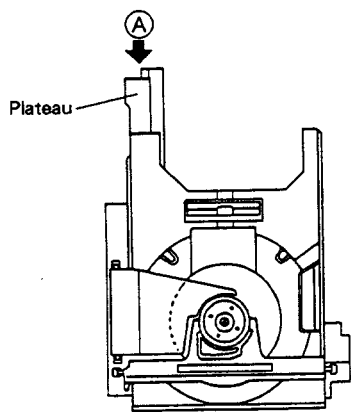
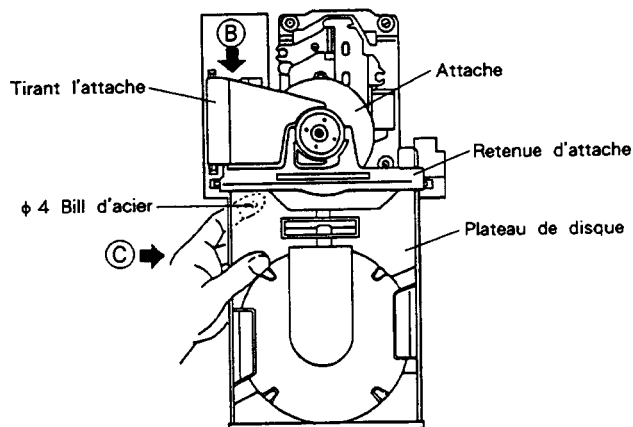
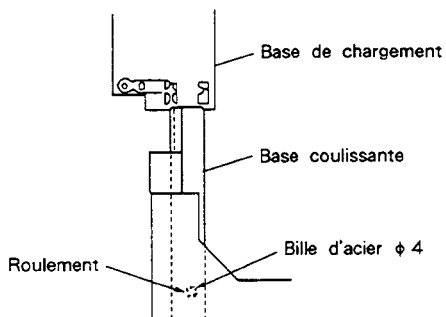
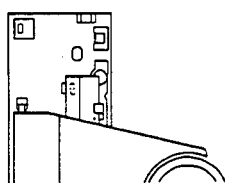

Fig. 9-3
Fig. 9-4
Fig. 9-9
Fig. 9-10
- 1. Pousser sur le bord arrière à l'endroit marqué **A** sur la Fig. 9-3, (* 1) tout en retirant le plateau du disque vers la position où il tient, comme illustré sur la Fig. 9-4.
- 2. Tout en tirant l'attache **B** (voir Fig. 9-4) vers le haut de la main droite, tenir le plateau comme indiqué par **C** de la main gauche et tirer vers l'extérieur. Prendre garde à ne pas laisser tomber les bills d'acier. Il est conseillé de maintenir la bille en place par l'index gauche tout en extrayant le plateau.
<p>Remonter le plateau du disque selon la procédure ci-après après avoir terminé l'ajustement de grincement.</p> <ol style="list-style-type: none"> 1. Retirer le disque et l'entretoise. 2. Tout en levant l'attache (marquée par ⓑ sur la Fig. 9-4) de la main droite, tenir le plateau de la main droite comme illustré par Ⓒ et déplacer la base coulissante dans les armatures en résine dure sur la base de chargement, comme indiqué sur la Fig. 9-9 pour ré-insérer le plateau du disque. <p>A ce moment, prendre soin de tenir la bille d'acier en place par l'index de la main droite. Veiller également que le panneau avant ne soit pas endommagé par le roulement (dans la base coulissante), entrant en contact avec le panneau.</p> <ol style="list-style-type: none"> 3. Insérer la base coulissante de sorte qu'elle s'engage dans les armatures en résine dure à l'arrière de la base de cahrgement (voir Fig. 9-10). 4. Insère à ferme le plateau.